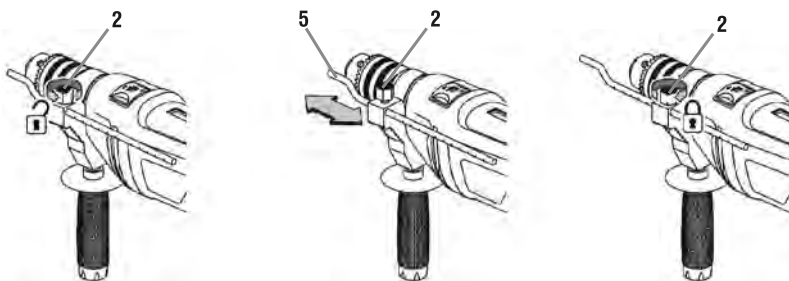

fig. 3 - utilização do limitador de velocidade
Utilize o limitador de profundidade (5) para ajustar a profundidade de perfuração desejada, fig. 3.